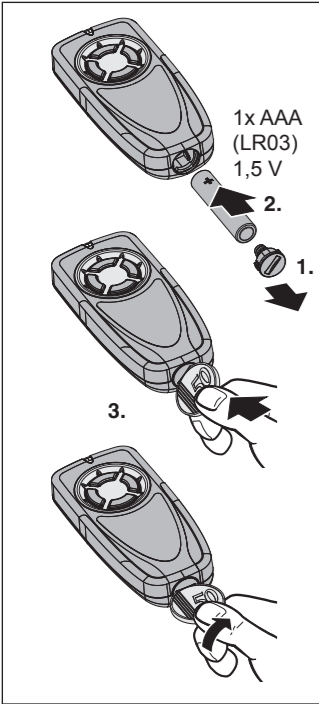

Fig. 2
3.1 Change / insert battery (fig. 2)
3.1 Byta / sätta i batteri (fig. 2)
3.1 Udskiftning / isætning af batteri (fig. 2)